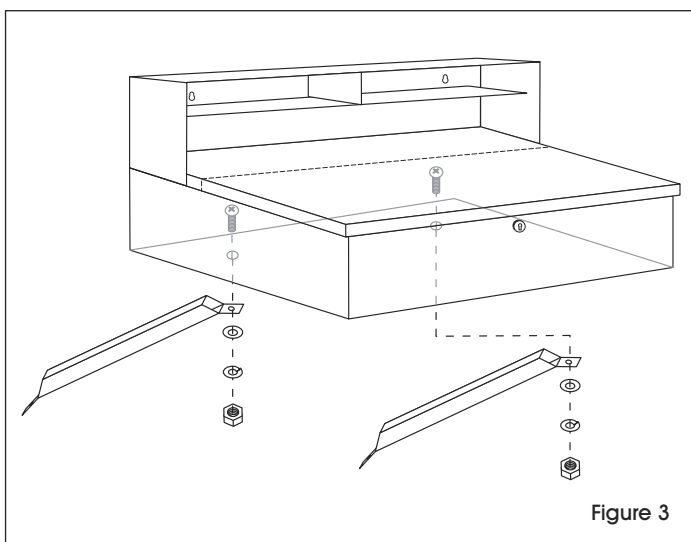

Figure 3
3. Attach mounting brackets to desk with two bolts, washers, lock washers and nuts. (See Figure 3)
3. Fixez les supports de fixation au bureau à l'aide de deux boulons, rondelles, rondelles de blocage et écrous. (Voir Figure 3)